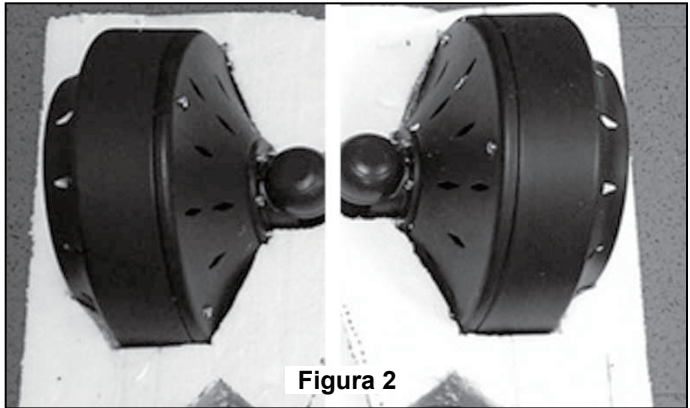

Figura 2
3. Separe y desenrosque los tres terminales del motor y el cable de seguridad. Retire la semiesfera y el pasador antes de pasar los cables. Pase los terminales del motor y el cable de seguridad a través del extremo inferior del barral como se muestra (Figura 2).
1. Para evitar daños en la cubierta del motor, deje la unidad del motor en su empaque durante la instalación del barral / unidad de la barra del soporte. (Figura 2)